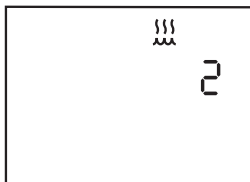

Abb. 6–6 Bildschirm mit Luftbefeuchter-Einstellung
1. Auf dem Standby- oder Überwachungsbildschirm die Taste  drücken und einige Sekunden lang gedrückt halten. Der Bildschirm mit der Luftbefeuchter-Einstellung erscheint (siehe Abb. 6–6).